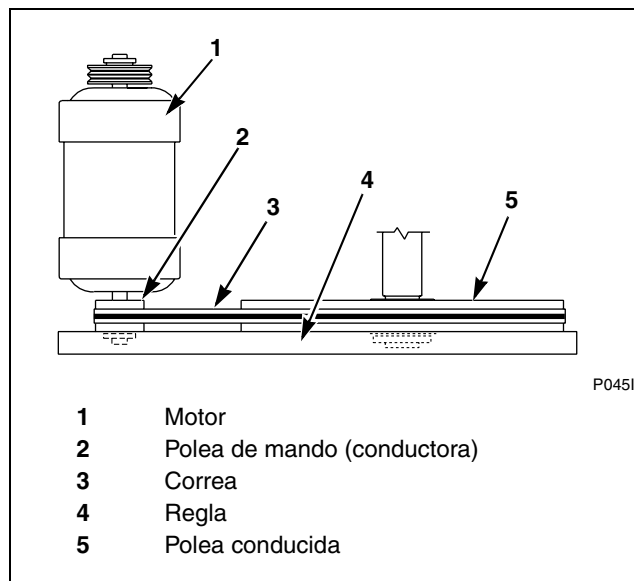

Figura 26
- c. Verifique que las correas en V estén alineadas correctamente revisando la alineación de la polea. Coloque una regla a través de las caras de ambas poleas. La regla debe hacer contacto con las poleas en cuatro puntos. Consulte la *Figura 26*.